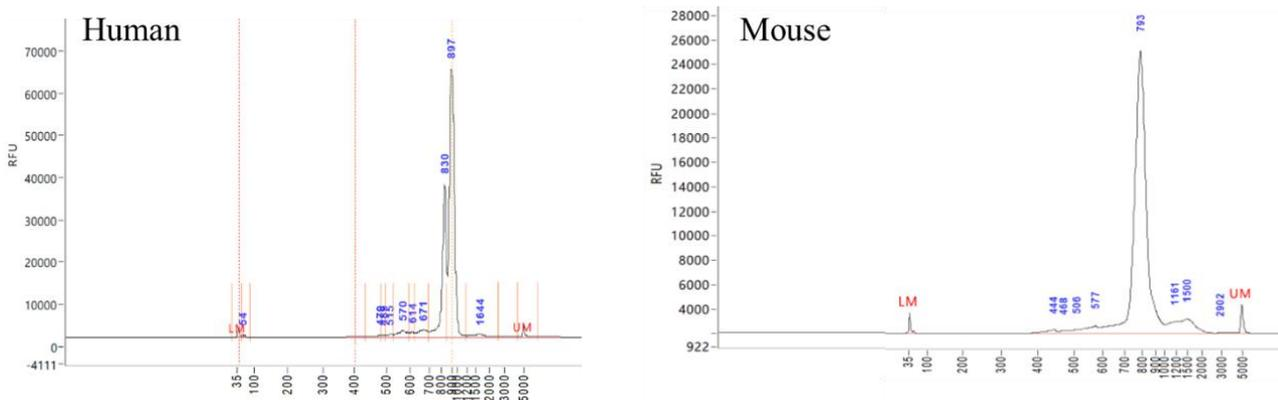

图 9 全长 BCR 第三轮富集产物质检图
3) 质检结果请参照图 9，显示一条特异条带，在人源特异条带在 900 bp 左右，鼠源特异条带在 800bp 左右。